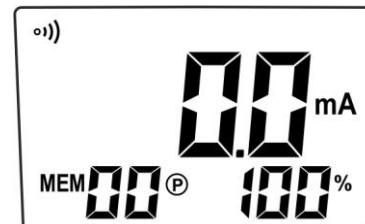

Fig. 20
- Lo strumento mostra il messaggio "**OL Ω**" a display, in quanto si configura automaticamente per la misura di resistenza. Eseguire una breve pressione del tasto **▲A** per entrare nel modo di misura della corrente. Viene mostrata la videata di Fig. 20.